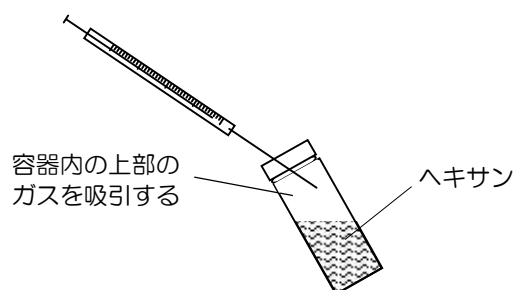
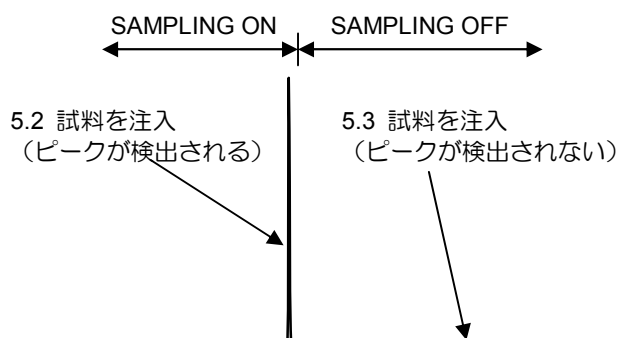

Fig. 5.1 性能試験用試料の吸引
Fig. 5.2 性能確認用試料を用いた本装置の性能確認
- ① 装置の準備をします。GC の注入口と検出器を EGA チューブ（長さ 2.5 m、内径 0.15 mm の不活性化金属キャピラリーチューブ）で接続します（Fig. 5.1）。熱分解装置は、付いていても付いていなくても結構です。性能確認用試料として、ヘキサンをご準備してください。
- ② 測定条件を設定します。以下を参考に測定条件を設定してください。以下の条件は一例であり、これに準ずる条件であれば、必ずしも同一である必要はありません。
- ① 選択的試料導入装置の“Auto/Manual 切換えスイッチ”を“ON”にします。
- ② 性能試験用試料容器のシール部からマイクロシリンジを差し込み、ヘッドスペース部の気体を約 3  $\mu$ l 吸引します（Fig. 5.1）。
- ③ GC に注入します。
- ④ 注入した直後にヘキサンのピークが検出されることを確認してください。（Fig. 5.2）
- ① 選択的試料導入装置の“Auto/Manual 切換えスイッチ”を“OFF”にします。
- ② 5.2 項と同じ手順で、性能試験用試料を GC に注入します。
- ③ 5.2 項で検出されたヘキサンのピークが検出されないことを確認してください。（Fig. 5.2）